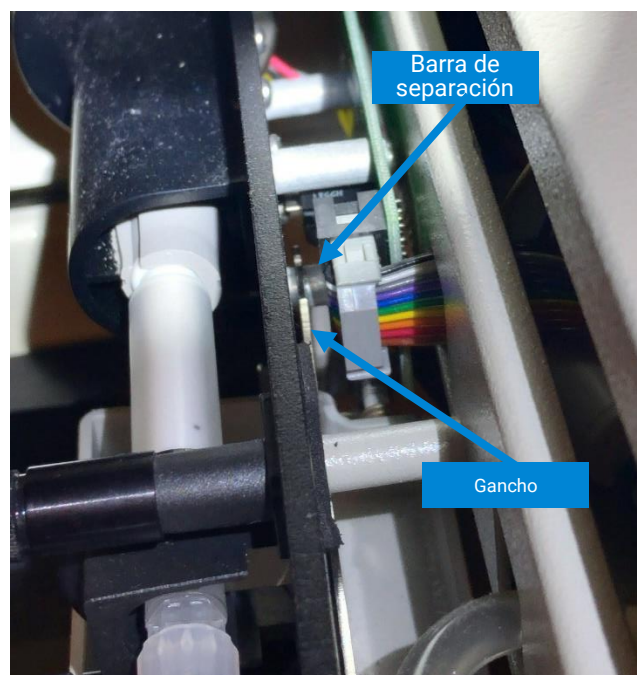

Figura 6.
- Con la mano derecha, deslice la parte del gancho del soporte de la bandeja de la jeringa por la barra de separación, figura 6.